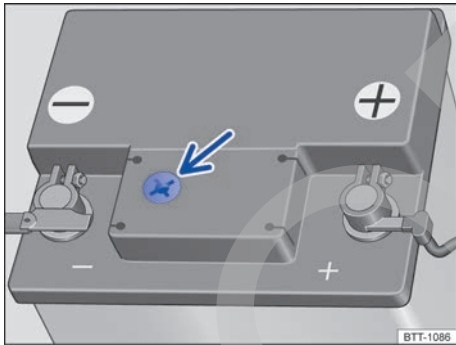

Fig. 186 Mirilla en la parte superior de la batería (representación esquemática).
- Procure disponer de buena iluminación para poder distinguir bien el indicador de color de la mirilla redonda situada en la parte superior de la batería → fig. 186 (flecha). No utilice nunca una llama desprotegida u objetos incandescentes para alumbrarse.